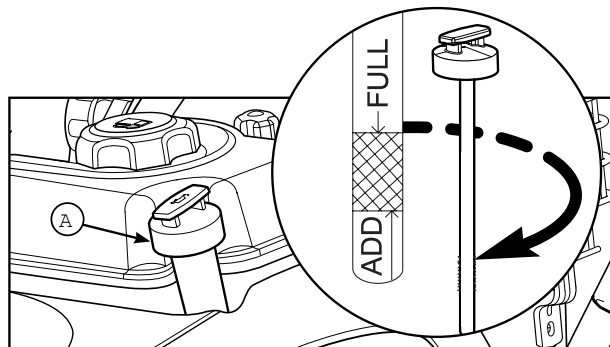

Рис. 3
2. Выньте крышку маслonaливной горловины/ масляной щуп (А, рис. 3) и вытрите ее/его чистой тряпкой.